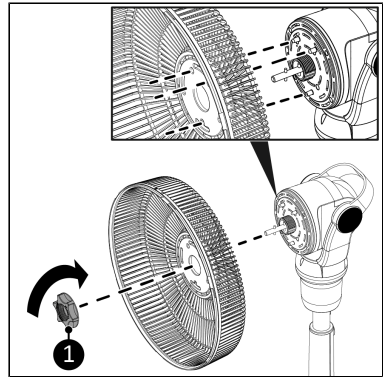

Figure 55.
8. Placez l'écrou de la grille (Figure 55, pos. 1) et tournez-le dans le sens des aiguilles d'une montre pour fixer la grille arrière.